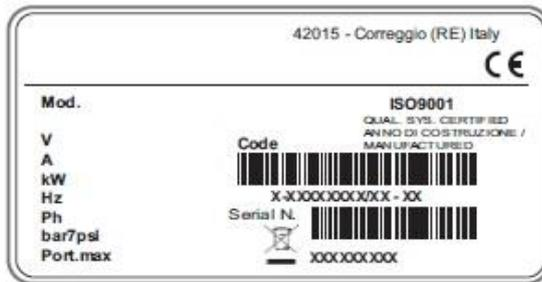

図1.14
- ・ 機械に必要な電力については、データプレートに示されています (図 1.14)
- ・ 機械のデータプレート (シリアルナンバープレート) (図1.14) に記載されている表示に従って適切なサイズの保護ヒューズを電源ラインに取り付けます。